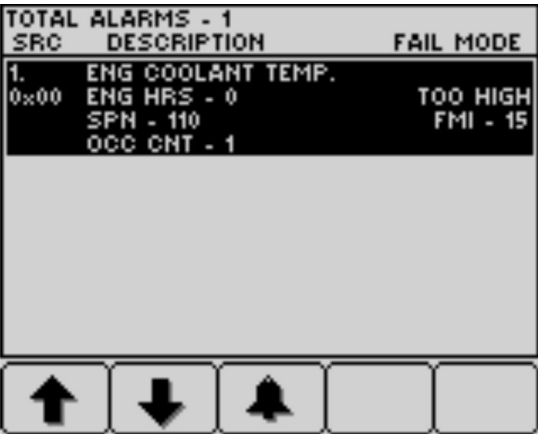

Figure 35
3. Appuyez sur les boutons 1 à 5 pour afficher la liste des anomalies actives (Figure 35).
4. Appuyez sur les boutons 1 à 5 pour afficher la liste des anomalies actives; voir Figure 35 sous Messages d'avertissement du moteur (page 36).